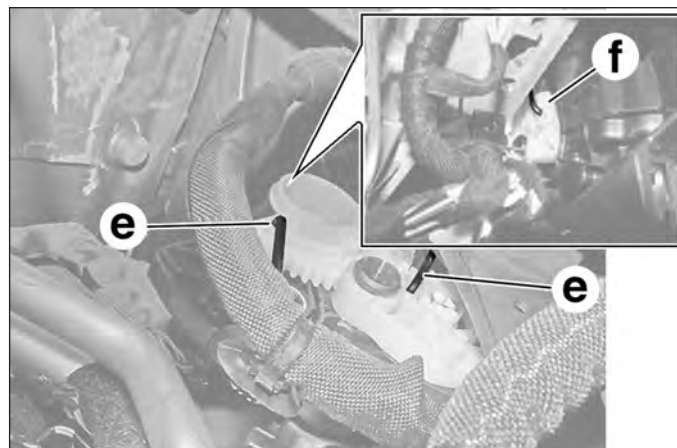

FIG.33
- Après avoir remonté le motoréducteur (5) sur le mécanisme et avant de remonter l'ensemble, piger les engrenages du côté mécanisme en (e) et côté bloc de chauffage en (f) (Fig.33).